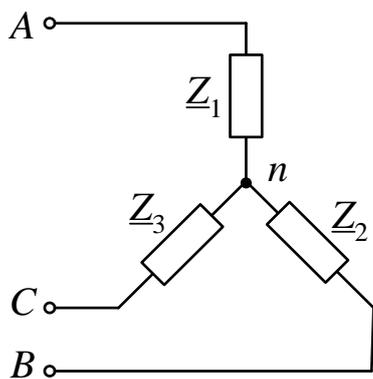

Рис. 3.1
**Задача 3.** Для электрических цепей, схемы которых изображены на рис. 3.1–3.3, по заданным параметрам трехфазной симметричной нагрузки  $Z_k = R_k \pm jX_k$  и линейному напряжению источника электрической энергии (табл. 9) рассчитать: